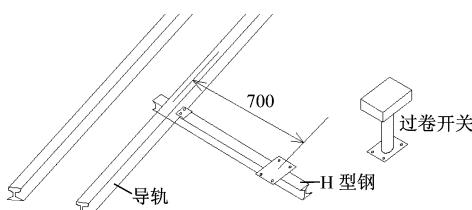

图 5 过卷开关安装示意图
(7) KHGJ 过卷开关: 过卷开关盒内装有 1 个反光板式光电开关和 1 个行程开关。反光板固定在梭车的侧边, 保证竖直, 运行中需注意保护反光板。过卷开关的底座可挖坑埋在轨道的一边或采用如图 5 所示的方式, 应保证梭车及料车通过时不与过卷开关相碰、光电开关探头与反光板在同一水平线上, 不能有过大的角度偏差, 需经常擦除反光板和光电开关探头上的灰尘。